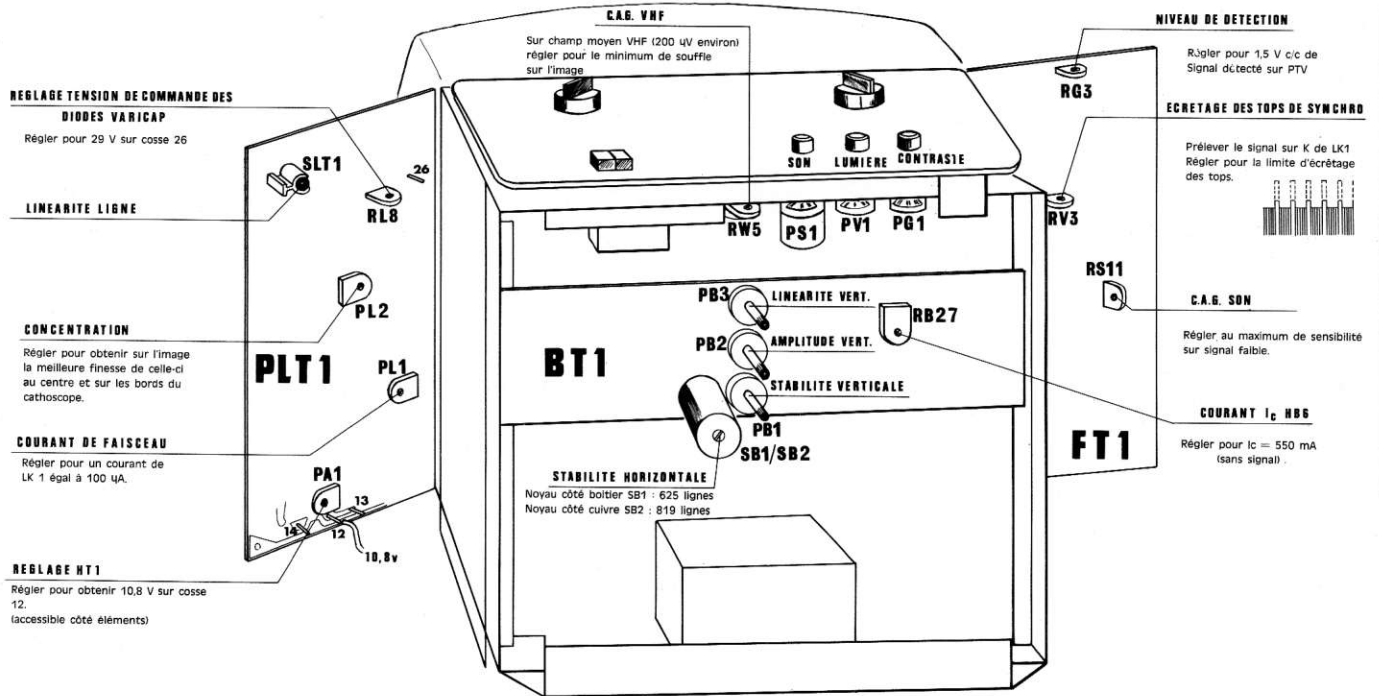

Fig. 2
- Régler la résistance ajustable  $R_g 3$  pour obtenir une amplitude du Signal détecté de 1,5 V c/c (voir fig. 2 ).
- Régler : RV 3, pour écrêter les signaux de synchronisation, au niveau de suppression du noir (fig. 2 ).
- Régler PL 1 pour un courant de faisceau de 100  $\mu$ A. (fig. 2)